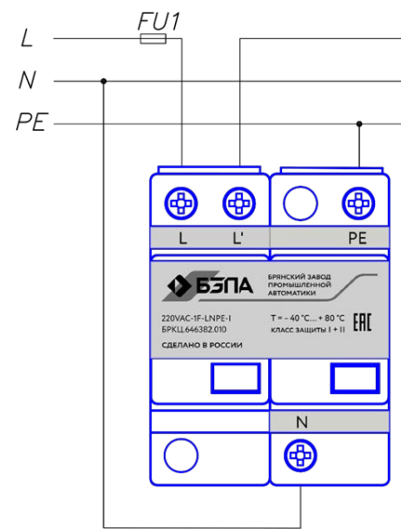

Рисунок 5 - Подключение УЗПИ по схеме «V»
1.5.3 Подключение УЗПИ по схеме «V» показано на рис. 5. Защитный предохранитель FU1 устанавливается на вводе в электроустановку, его номинал 63 А gG.